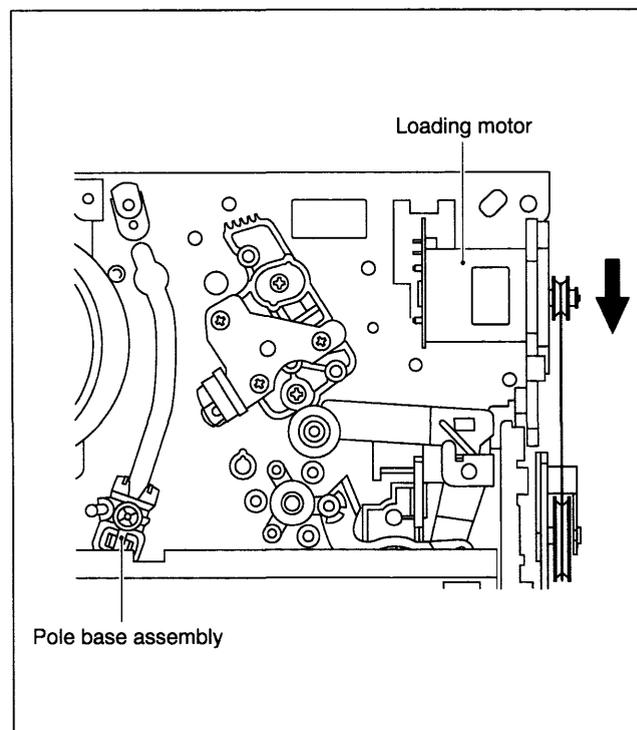
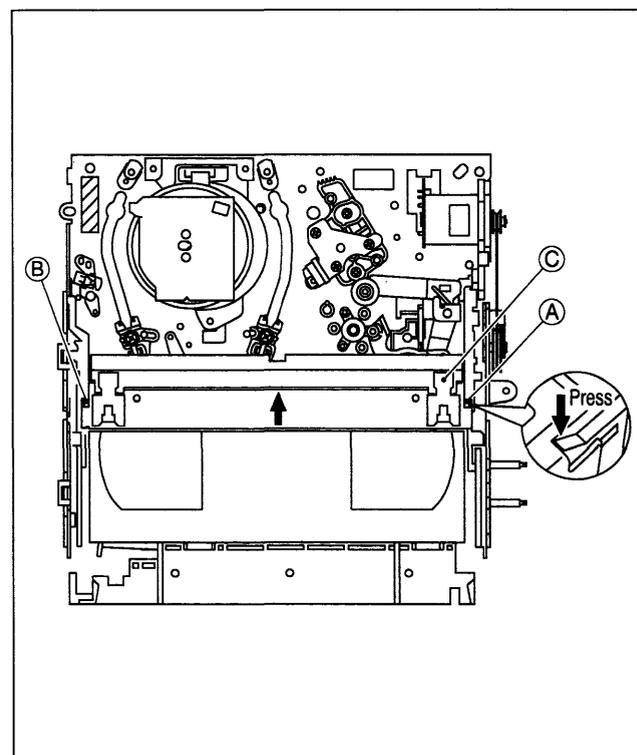

Fig. 2-1-1
Fig. 2-1-2
- (1) Desconecte o aparelho da rede e remova a seguir a tampa superior, bem como o Painel Frontal. (Veja 1.3 MÉTODO DE DESMONTAGEM E MONTAGEM)
- (2) Descarregue o cassete manualmente girando o motor de carregamento (loading motor), do mecanismo para frente. Então, segure a fita solta para mantê-la afastada das partes lubrificadas. (Veja Fig. 2-1-1)
- (3) Traga o conjunto poste montado (pole base assy) para sua posição de repouso, na posição que o mesmo fique escondido atrás da fita cassete.
- (4) Mova a placa superior na direção do cilindro e ao mesmo tempo pressione a trava ④ do suporte da placa superior. Da mesma forma pressione a trava ⑤ e remova a placa superior. A mola da placa superior ③ é levada então abaixo da tampa cassete. Então remova a placa superior pressionando todo cassete para baixo. (Veja Fig. 2-1-2)
- (5) Remova a fita cassete segurando a fita solta e a tampa da fita cassete.
- (6) Enrole a fita girando um dos carretéis pelo lado de baixo da fita cassete e remova-a do compartimento cassete.